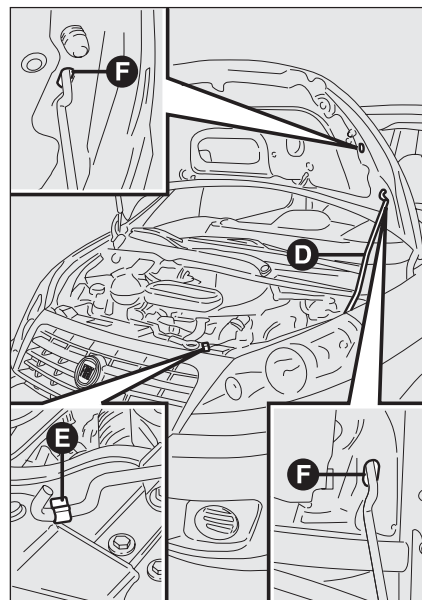

fig. 107
- til de motorkap op en trek gelijktijdig de steunstang **D-fig. 107** uit de klem **E**;
- steek het uiteinde van de stang **D** in een van de twee zittingen **F-fig. 107** van de motorkap.